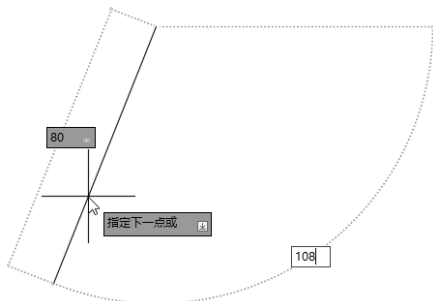

图 2-6 确定 P2 点
(2) 拖动鼠标,然后在动态输入框中输入长度为 80,按 Tab 键切换到角度输入框,输入角度为 108,如图 2-6 所示。按 Enter 键确认 P2 点。